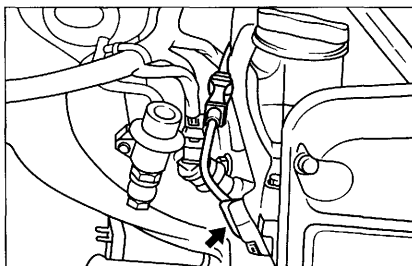

Рис. 9. Датчик положения распределительного вала
– датчик положения распределительного вала (рис. 9) определяет верхнюю мертвую точку в первом цилиндре на такте сжатия, и, получив сигнал с этого датчика ЭБУ определяет последовательность впрыска топлива.